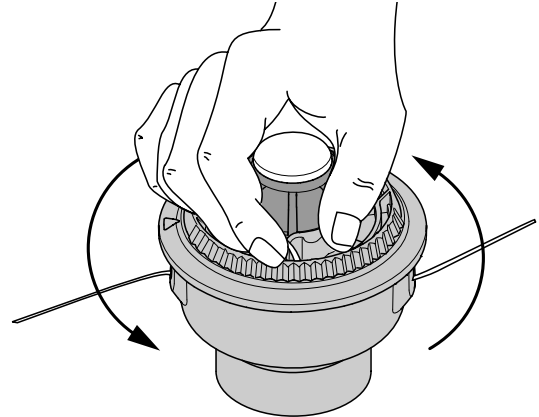

Fig. 19
8. Tenez la bobine extérieure. Rembobinez le moulinet intérieur vers la gauche jusqu'à ce qu'il ne reste plus qu'environ 102 mm (4 po) de fil (Fig. 19).